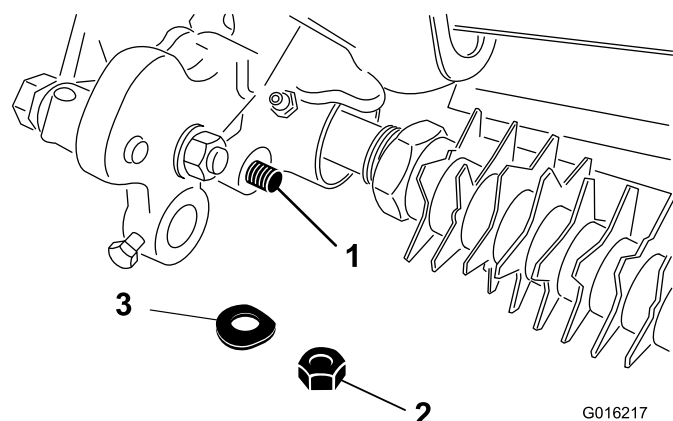

Figure 11
23. Fixez le bout de la tige du bras de réglage à l'entraînement du groomer avec une rondelle Belleville et un contre-écrou (Figure 11).
28. Fixez le bout de la tige du bras de réglage à l'entraînement du groomer avec une rondelle Belleville et un contre-écrou (Figure 11).